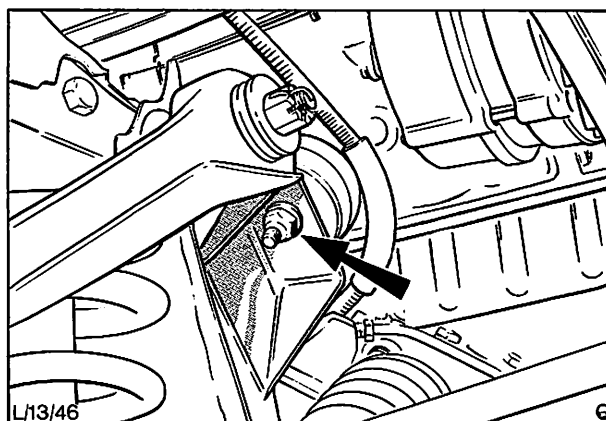

Abb. 18 Befestigungsmutter der Motoraufhängung (Fahrzeug mit Rechtslenkung abgebildet)
7. Befestigungsmutter der Motoraufhängung (Beifahrerseite) abschrauben und den Motor ca. 75 mm anheben, Abb. 18.